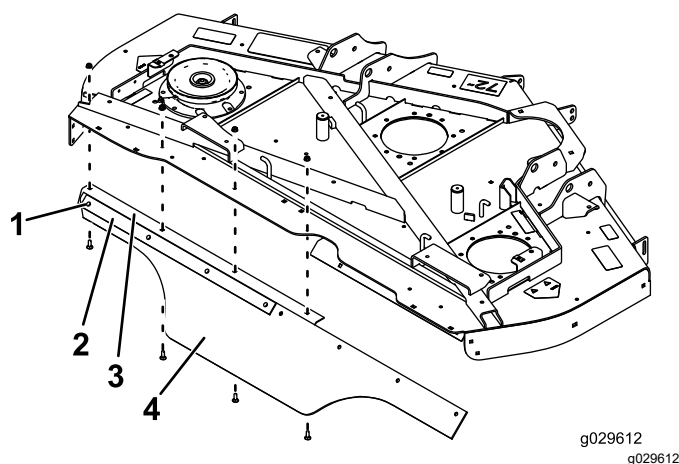

Figura 10
3. Monte, sem apertar, a correia de suporte e o lado esquerdo (em ângulo) do defletor ao ângulo traseiro. Utilize quatro parafusos de carroçaria (5/16 pol. x 7/8 polegada) e quatro porcas (5/16 polegada), tal como se ilustra na Figura 10.
4. Monte, sem apertar, o ângulo traseiro com o defletor à plataforma. Utilize quatro parafusos de carroçaria (5/16" x 7/8 pol.) e quatro porcas (5/16"), tal como se ilustra na Figura 10.